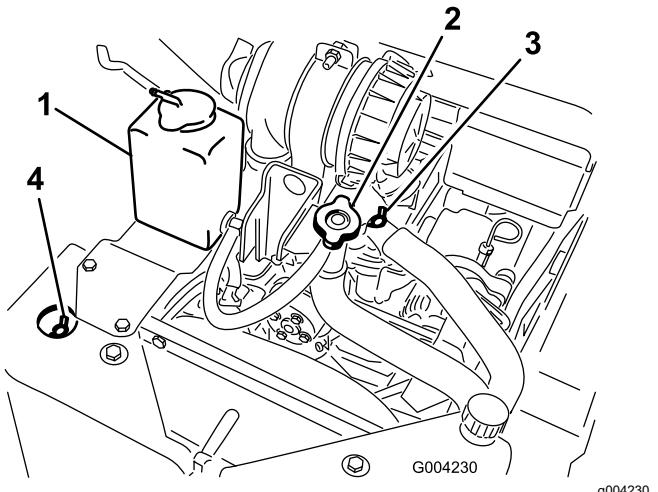

Рисунок 51
- A. Снимите крышку заливного отверстия охлаждающей жидкости (Рисунок 51).
- B. Откройте передний и верхний воздуховыпускные клапаны системы охлаждения (Рисунок 51).
тех пор, пока охлаждающая жидкость не начнет выходить из переднего воздуховыпускного клапана системы охлаждения (Рисунок 51).
- D. Закройте передний воздуховыпускной клапан системы охлаждения (Рисунок 51).
- E. Заливайте охлаждающую жидкость в горловину заливного отверстия до тех пор, пока охлаждающая жидкость не начнет выходить из верхнего воздуховыпускного клапана системы охлаждения (Рисунок 51).
- F. Закройте верхний воздуховыпускной клапан системы охлаждения (Рисунок 51).
- G. Заливайте охлаждающую жидкость в горловину заливного отверстия до тех пор, пока охлаждающая жидкость не покажется в отверстии горловины (Рисунок 51).
- H. Установите на место крышку заливного отверстия охлаждающей жидкости (Рисунок 51).
- I. Добавляйте охлаждающую жидкость в расширительный бачок до тех пор, пока ее уровень не дойдет до линии Full на стенке бачка (Рисунок 51).